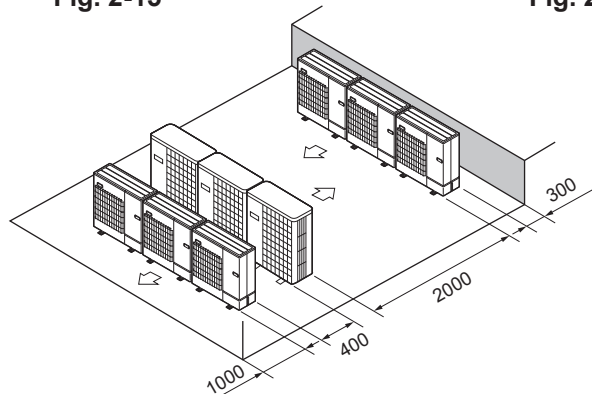

Fig. 2-18
- ⑥ Plassering av flere parallell enheter (Fig. 2-18)